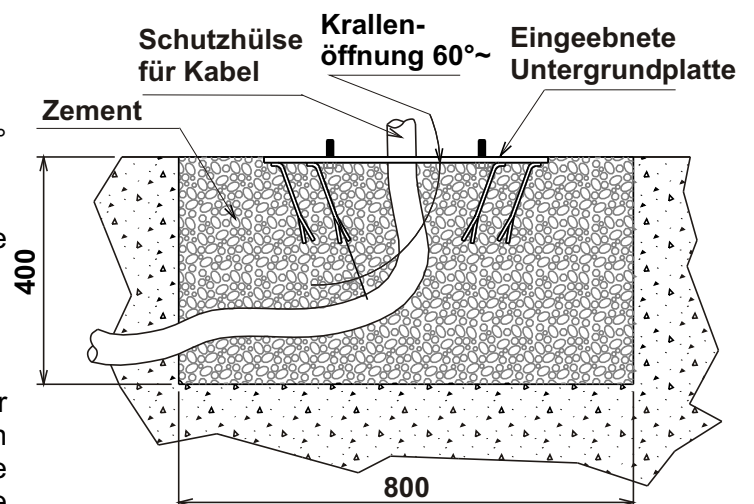

Abb. 6
- Die Befestigungskrallen der Fundamentplatte um ca. 60° spreizen (Abb. 6).
- Die Grube mit Zement R425 füllen und die Fundamentplatte wie in Abb. 6 verlegen.